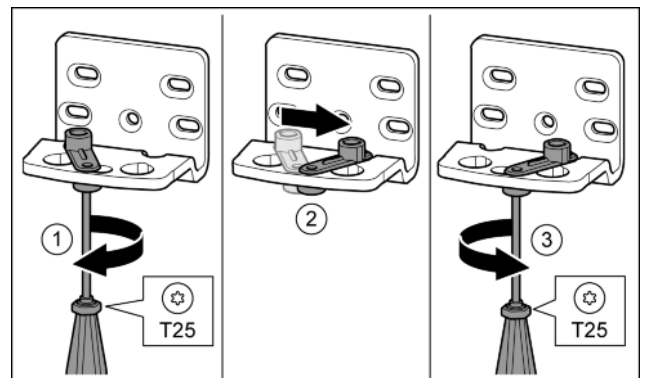

Fig. 16
- ▶ Visser la vis sans serrer avec un tournevis T25. Fig. 16 (1)
- ▶ Soulever le ressort de fermeture et le tourner de 90° à droite dans l'alésage. Fig. 16 (2)
- ▶ Serrer la vis avec un tournevis T25. Fig. 16 (3)